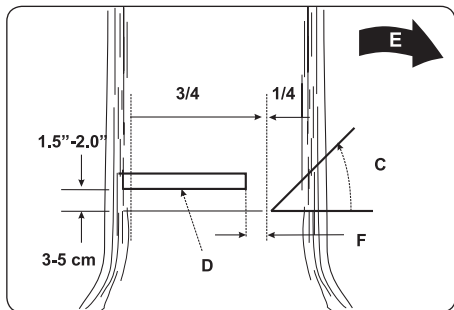

Abb. 13
ACHTUNG: Laufen Sie nicht vor einem Baum, der schon eingekerbt ist. Führen Sie den Fallschnitt (D) auf der anderen Seite des Baumes ca. 3-5 cm oberhalb der Kerbkante (C) aus (Abb. 13).